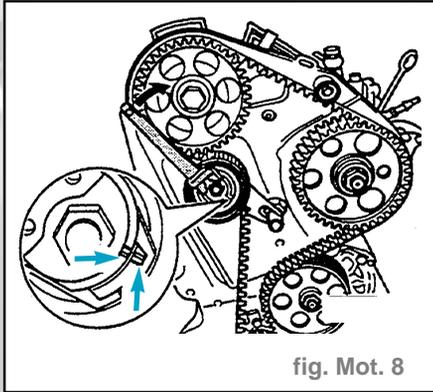

fig. Mot. 8
- Tourner vers la droite le galet-tendeur, avec une clé pour écrous, jusqu'à ce que l'encoche et le bossage se trouvent en face (fig. Mot. 8).